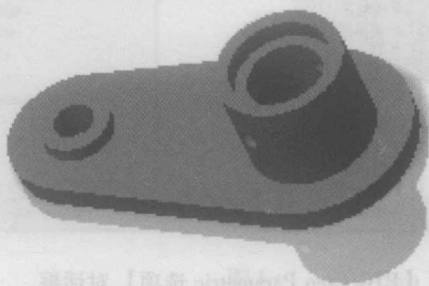

图 1-6 【带反射着色】显示方式
- (1) 【带反射着色】：以实体形式显示，有明显的阴影效果，如图 1-6 所示；